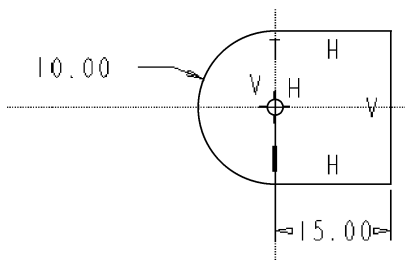

图 3-121 草绘练习 2
(2) 草绘如图 3-121 所示的图形，并将所有尺寸加强。